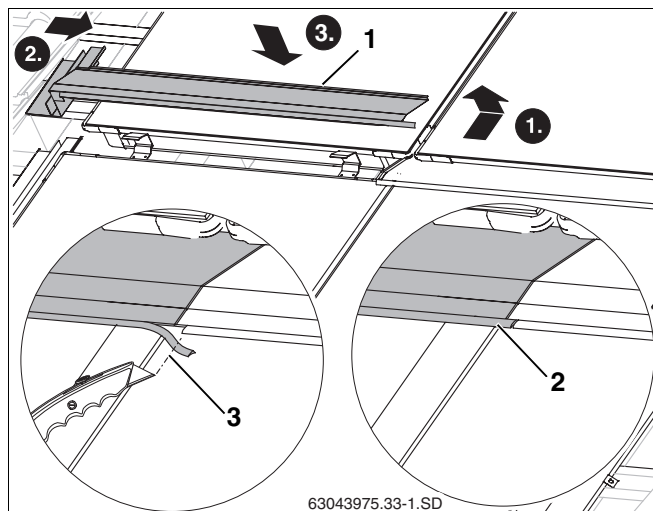

Рис. 54 Укладка левого среднего накладного листа
- Отогнутый край левого накладного листа (рис. 54, **поз. 1**) уложить так же, как и для правого листа в раму коллектора.
- Укоротить резиновый язычок настолько (рис. 54, **поз. 3**), чтобы он уперся в резиновый язычок правого накладного листа.
- Вставить резиновый язычок левого накладного листа в фальц правого накладного листа (рис. 54, **поз. 2**).
- Укоротить резиновый язычок настолько (рис. 54, **поз. 3**), чтобы он уперся в язычок правого накладного листа.